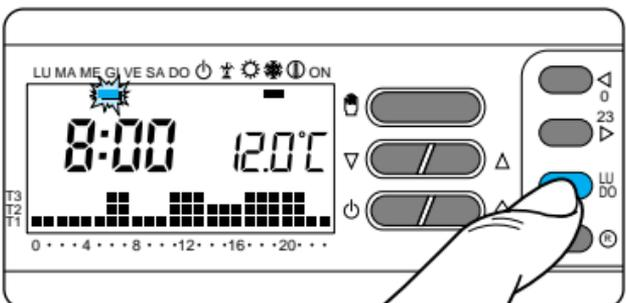

Fig. 48
**9.7** - Mediante el botón LU ÷ DO, sitúe el indicador en el día elegido (fig. 48).